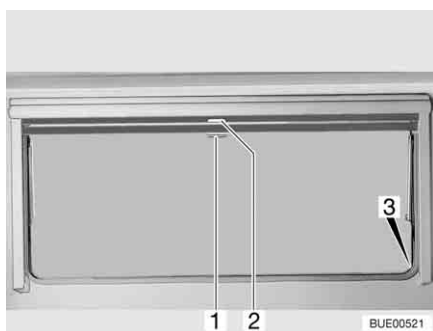

Fig. 87 Finestra apribile
- Tirare verso il basso l'oscurante a rullo accompagnandolo con la maniglia (Fig. 87,2). Quando si chiude completamente l'oscurante a rullo esso va agganciato da entrambi i lati al telaio della finestra nell'apposito elemento di fissaggio (Fig. 87,3).
- Quando l'oscurante a rullo è completamente chiuso: Spingere la maniglia (Fig. 87,2) verso il basso tirandola leggermente verso l'interno. Sganciare l'oscurante a rullo dagli elementi di fissaggio a destra e a sinistra del telaio della finestra.
- Quando l'oscurante a rullo si trova in posizione intermedia: Tirare la maniglia (Fig. 87,2) leggermente verso il basso finché l'elemento di fissaggio non si è sganciato.
- Tirare la maniglia (Fig. 87,1) della zanzariera a rullo verso il basso e agganciarla all'elemento di fissaggio (Fig. 87,3) su entrambi i lati del telaio della finestra.
- Spingere la maniglia (Fig. 87,1) verso il basso tirandola leggermente verso l'interno. Sganciare la zanzariera a rullo dagli elementi di fissaggio a destra e a sinistra del telaio della finestra.